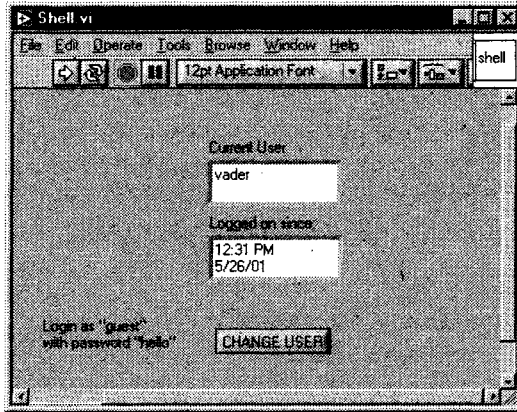

Рис. 13.4
1. Создайте простую лицевую панель, подобную приведенной на рис. 13.4, которая вызывает всплывающее окно ВПП при нажатии кнопки **Сменить пользователя**. Назовите этот высокоуровневый виртуальный прибор **Shell.vi**.